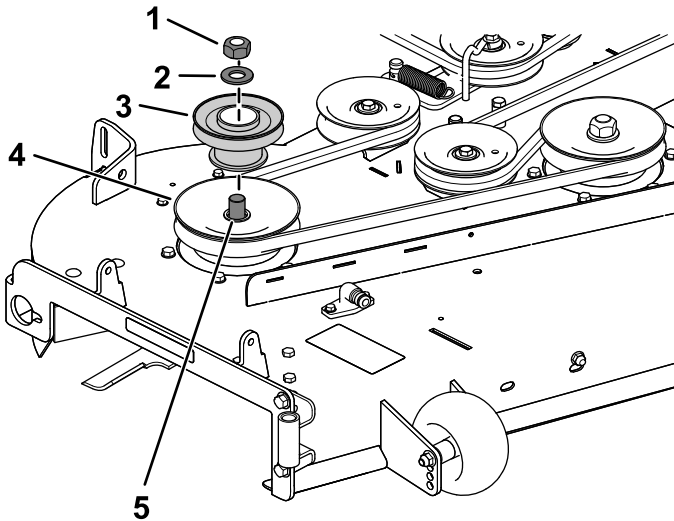

Figure 11
2. Montez l'ensemble poulies sur la poulie de plateau de coupe droit avec l'écrou et la rondelle retirés précédemment (Figure 11).